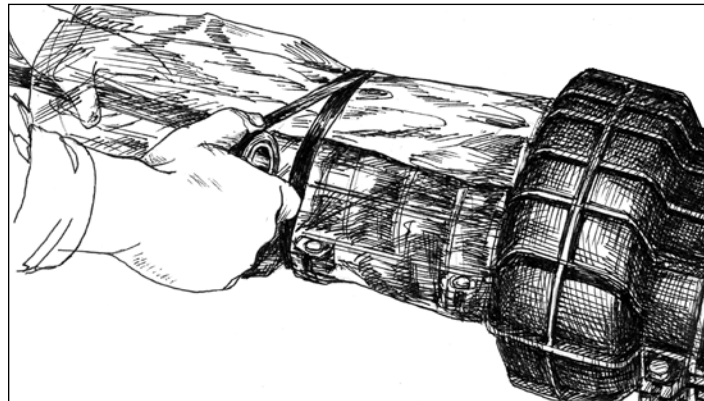

Рис. 3.4. Установка рукава на горловину МПЗ
3.4. Наложить на каждый кабель возле горловины муфты МПЗ один слой герметизирующей мастики МГ 14-16 или однотипной ей. Надвинув на горловину муфты полиэтиленовый рукав, закрепить его лентой ПВХ (Рис. 3.4).